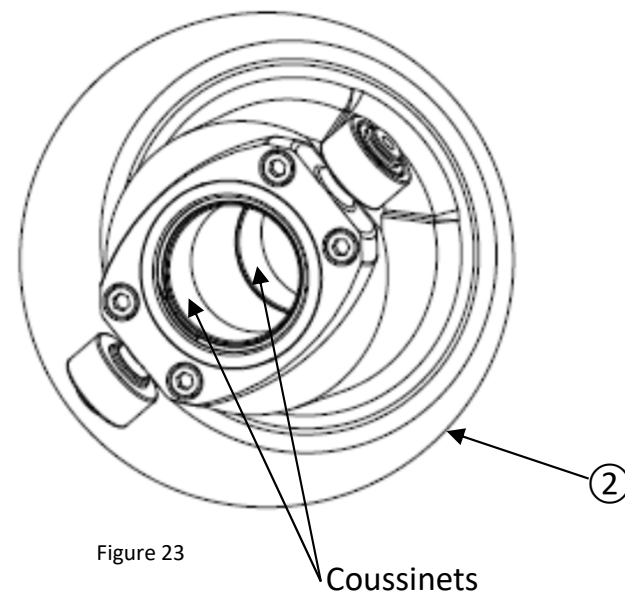

Figure 23
- Vérifiez les marques d'usure sur les rampes avant ⑨ et les hélices ⑩.
- Vérifiez les marques d'usure sur le ressort ⑥.
- Vérifiez l'usure des coussinets du flasque coulissant ② (inspection visuelle uniquement, figure 23). En cas d'usure excessive, vous devez remplacer le flasque coulissant ② en entier.
Les coussinets ne peuvent pas être retirés du flasque coulissant ② (figure 23).